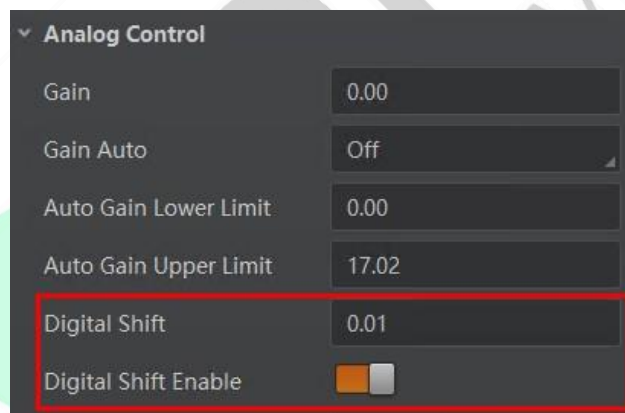

图7-30 数字增益设置
2. 在 *Digital Shift* 参数中输入需要设置的数字，如图 7-30 所示。